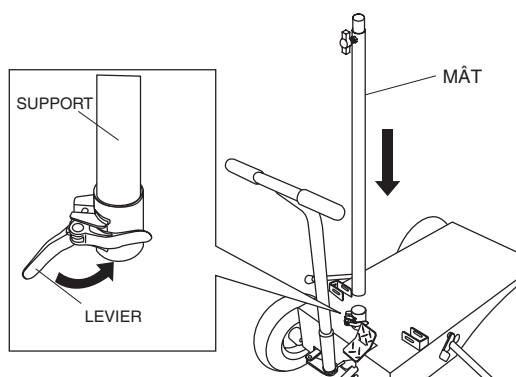

Figure 5. Insertion du mât dans le support
3. Insérer le mât dans le support de mât et le fixer à l'aide du levier comme indiqué à la Figure 5.